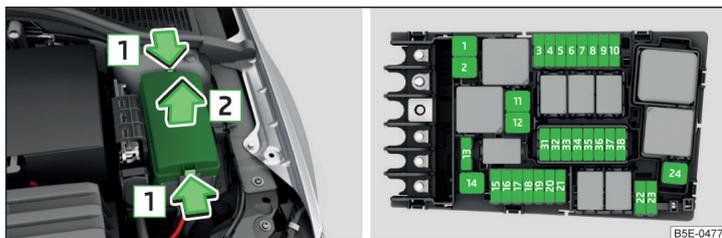

Abb. 222 Abdeckung des Sicherungskastens abnehmen / Sicherungen
- Die Verriegelungstasten der Abdeckung gleichzeitig in Pfeilrichtung **1** zusammendrücken » Abb. 222.